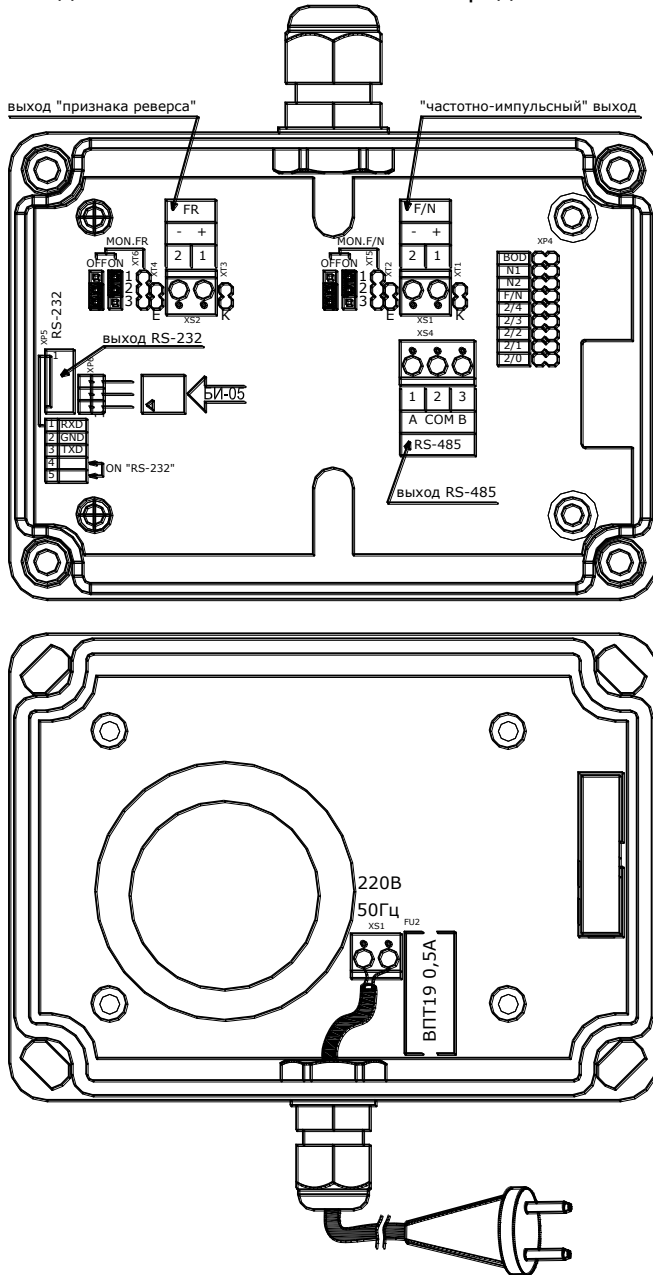

Рис. 8.7
8.5.1 Для проведения монтажа необходимо отвернуть 4 винта на передней панели ППМ и снять переднюю панель. После этого освобождается доступ к разъемам и клеммникам для подсоединения внешних цепей (см. рис. 8.7).
8.7.2 Проверить правильность монтажа электрических цепей в соответствии с рис. 8.7.
8.7.7 Для визуального просмотра измеренных параметров информация из расходомера может быть считана по последовательному интерфейсу RS-485 или RS-232C. Для работы по последовательному интерфейсу RS-485 (RS-232C) необходимо снять переднюю панель расходомера, активировать нужный тип интерфейса (RS-485 или RS-232C) и подключить к разъёму RS-485 (RS-232C) кабель для связи с периферийными устройствами: IBM совместимым компьютером, контроллером, индикатором БИ-05 и т.д. (см. рис. 8.7). При работе по интерфейсу RS-485 подключение к компьютеру следует осуществлять через интерфейсный адаптер. Скорость обмена с расходомером может принимать значения 9600 или 57600 бит/сек.
Выбор интерфейса обмена осуществляется путём установки/снятия джампера на контакты **4-5 (ON RS-232)** (поле **XP5**, см. рис. 8.7):
Осуществляется путём установки/снятия джампера **BOD** (поле **XP4**, см. рис. 8.7):
Осуществляется путём установки/снятия джампера **F/N** (поле **XP4**, см. рис. 8.7):
8.11.1 Конфигурация выходного каскада выбирается путём установки/снятия джамперов **XT1**, **XT2** на плате коммутации (см. рис. 8.7, 8.8, таблицу 8.2)
8.11.2 Конфигурация каскада сигнала признака реверса выбирается путём установки/снятия джамперов **ХТ3, ХТ4** на плате коммутации (см. рис. 8.7, 8.8, таблицу 8.3).
8.12.3 Установка контроля обрыва линии выходного сигнала и линии сигнала признака реверса осуществляется путём установки в требуемое положение джампера **ХТ5 (ХТ6** для линии сигнала признака реверса) (см. рис. 8.7):
Установка сетевого адреса расходомера осуществляется путём установки/снятия джамперов **2/0...2/4** (поле **ХР4**, см. рис. 8.7). Сетевым адресом расходомера является пятибитное двоичное число. Младший разряд адреса устанавливается джампером **2/0**, старший – джампером **2/4**. «1» соответствует состоянию джампера ON, «0» соответствует состоянию джампера OFF.
Установка контроля обрывов и коротких замыканий в цепи возбуждения ППР расходомера осуществляется путём установки/снятия джампера **N1** (поле **XP4**, см. рис. 8.7)
- отвинтить винты на верхней крышке и снять ее (вид расходомера со снятой верхней крышкой приведен на Рис. 8.7);